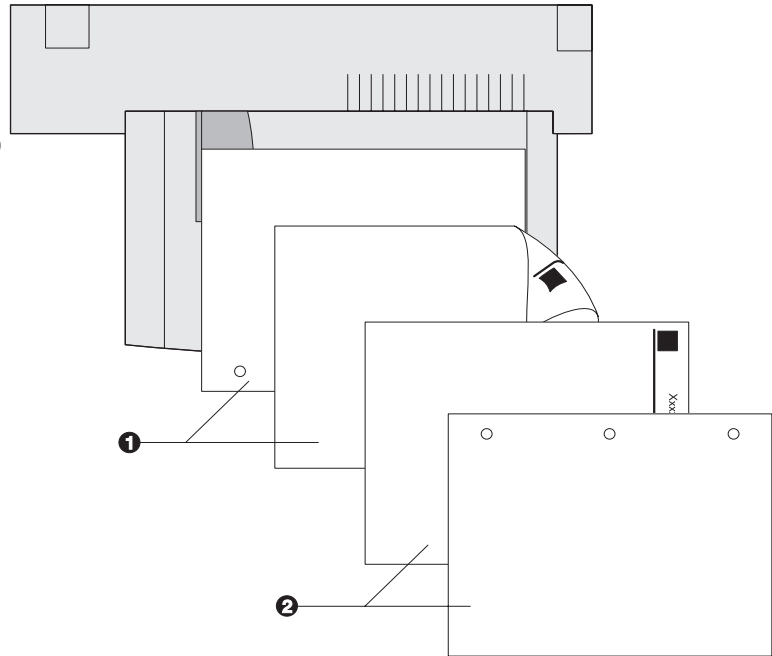

Figura 2.5 Orientação do papel do Alimentador Manual de 50 Folhas (alimentação de borda curta)
- 2 Coloque o papel no lado direito do Alimentador Manual (consulte a Figura 2.4 na página 2-19 e a Figura 2.5 na página 2-20 para obter a orientação do papel e a Figura 2.6 na página 2-21 para obter a orientação do envelope).